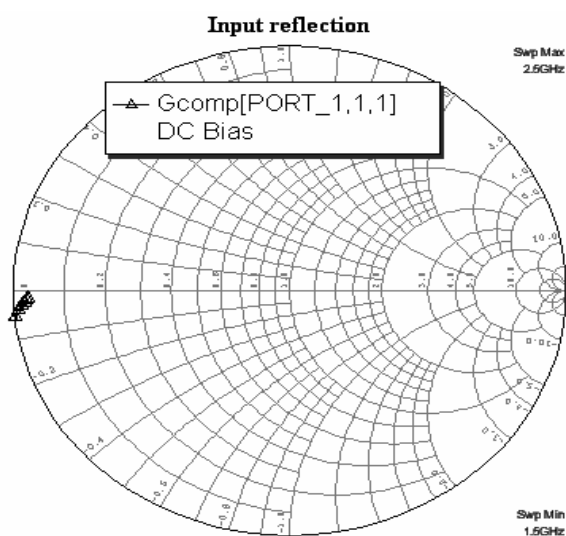

Рис. 3.14
6. Выберите **Simulate > Analyze** в выпадающем меню. Результаты анализа отображаются на диаграмме Смита рис. 3.14.